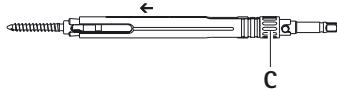

Fig. 5
- Inserire la bussola esterna A in direzione della vite transpeduncolare e con la vite di arresto C fissare la vite transpeduncolare nella camicia di arresto 2, vedere Fig. 5.